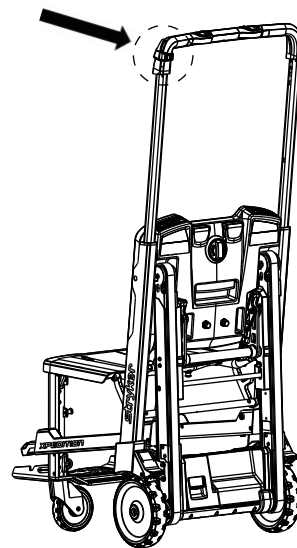

Figura 36 – Fixar o suporte de soros à cadeira
**Nota** - Alinhe o suporte de soros à volta da extrusão na pega do lado esquerdo do doente (Figura 36).